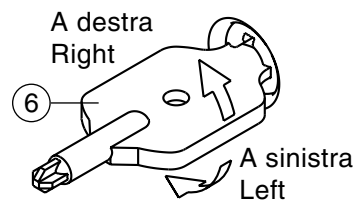

Fig. 6
4.2 (Fig. 6) Regolazione larghezza dell'area:
4.2 (Fig. 6) Adjustment of the area's width: